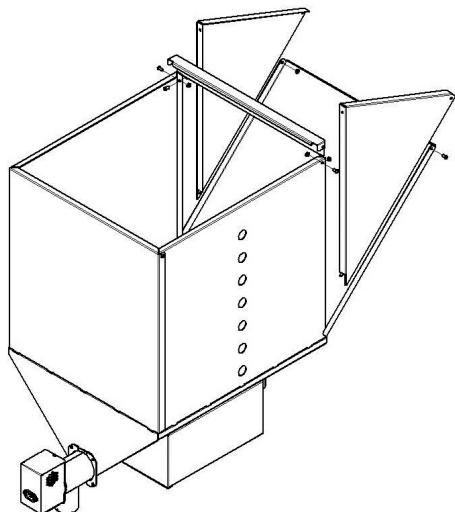

Рисунок 9
2. На смонтированном бункере разберите болтовое соединение одной из боковых стенок, отклоните боковую стенку на  $45^\circ$ , установите треугольные вставки таким образом, чтобы они находились в одной плоскости с передней и задней стенкой (Рис. 9).